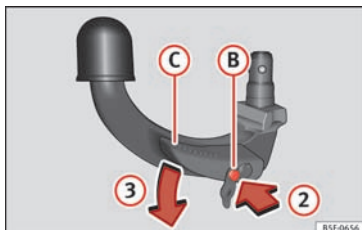

Fig. 220 Trin 2
- Tryk oplåsningsstiften ② i pilens retning ②, og tryk samtidig armen ③ helt i pilens retning ③ »» Fig. 220.